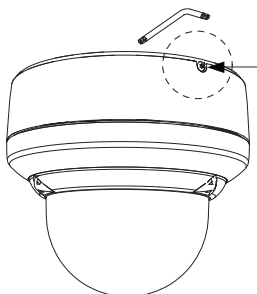

Figura 5.8 Desbloqueo del tornillo de bloqueo de seguridad
3. Conecte el cable de toma de tierra de la unidad a la tapa de montaje (consulte la *Figura 5.8*).